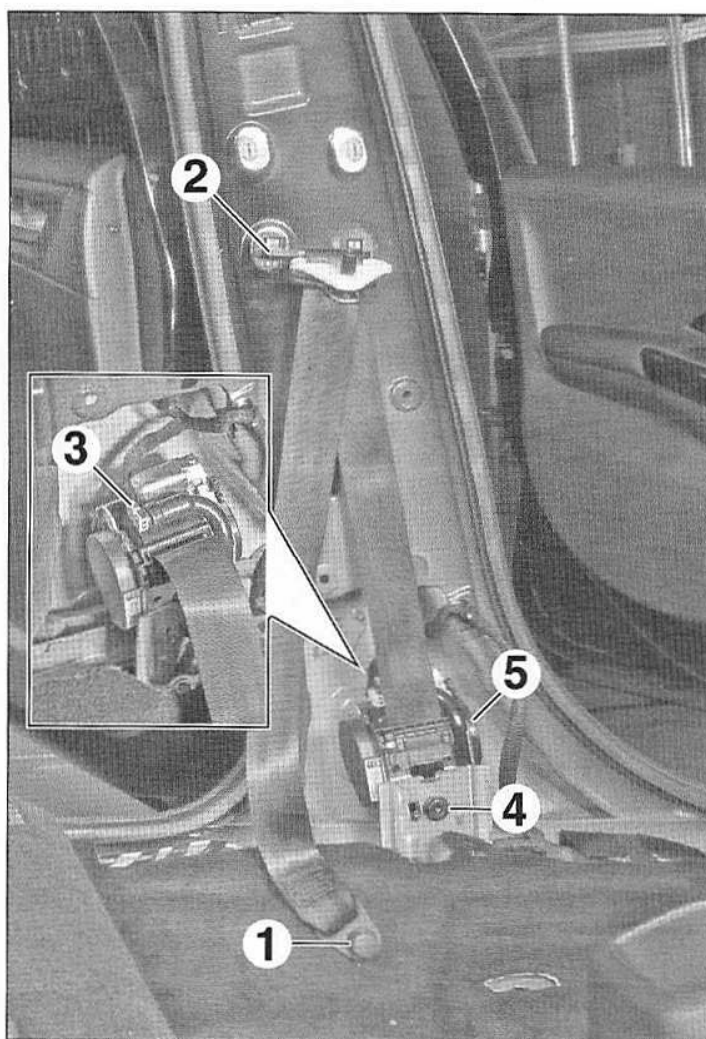

FIG.29
- Déposer (Fig.29) :
- le cache (1) puis la vis située derrière,
- le guide (2).
- Débrancher le connecteur (3).
- la vis (4),
- la ceinture de sécurité avec son prétensionneur (5).